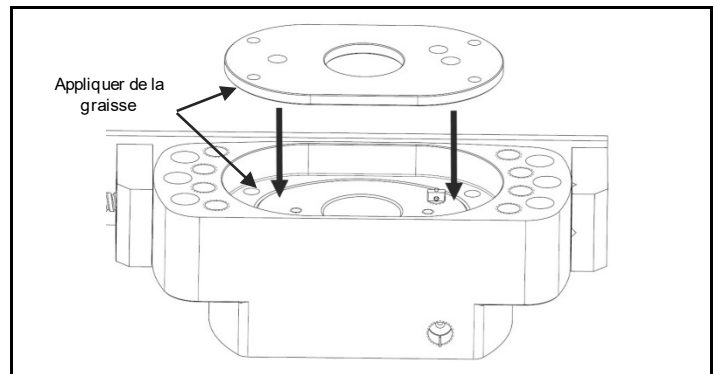
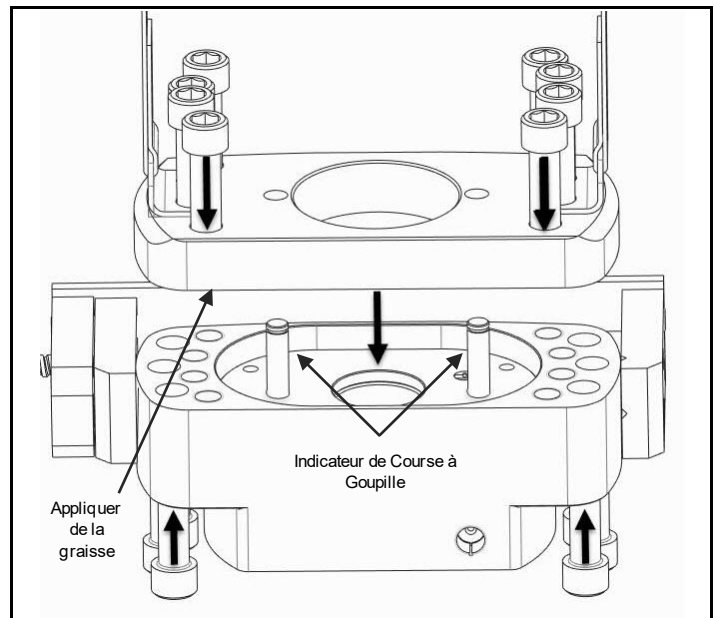

Fig. 4.10 Appliquer de la graisse, introduire l'ensemble soupape de sécurité, fixer sous la plaque de retenue des ressorts
Fig. 4.11 Appliquer de la graisse, introduire l'indicateur de course à goupille, fixer la plaque de limitation sur le corps
- b) Pendant le montage, veillez à préserver l'alignement de l'ensemble soupape de sécurité et des indicateurs de course à goupille. (Fig. 4.10/ Fig. 4.11)